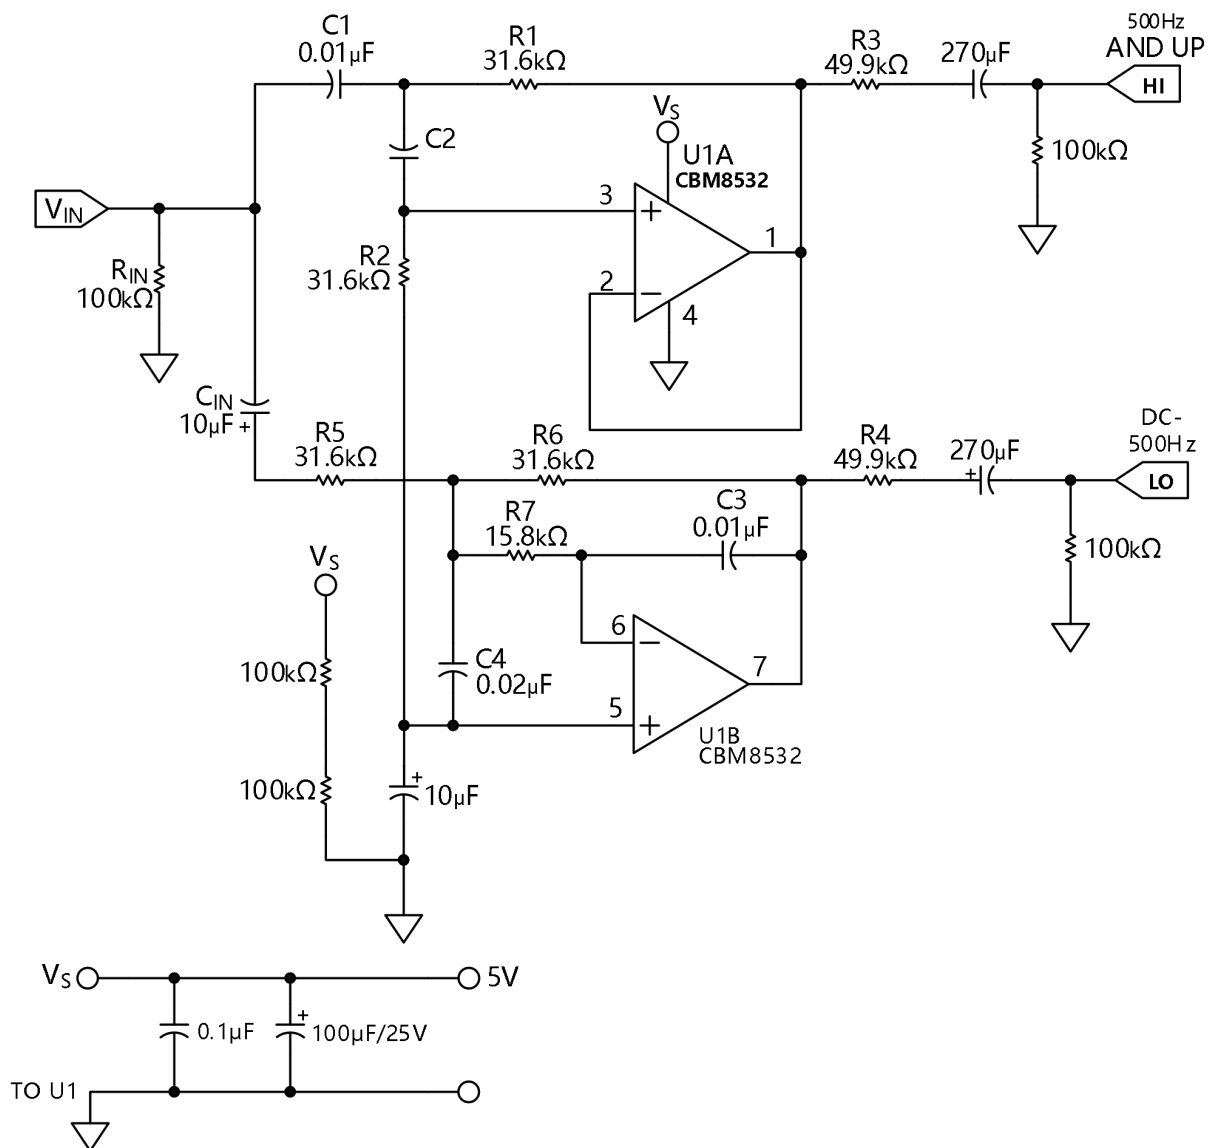

图 45.单电源，双向有源交叉
有源滤波器在扬声器交叉网络中非常有用，因为它体积小，相对不受寄生效应的影响，易于控制低/高通通道驱动，并且由专用放大器提供受控的驱动阻尼。Sallen-Key (SK) 和多反馈 (MFB) 滤波器结构在实现主动交叉网络中都很有用。图 45 所示的电路是一个单电源，双向有源交叉，结合了两滤波器拓扑的优点。